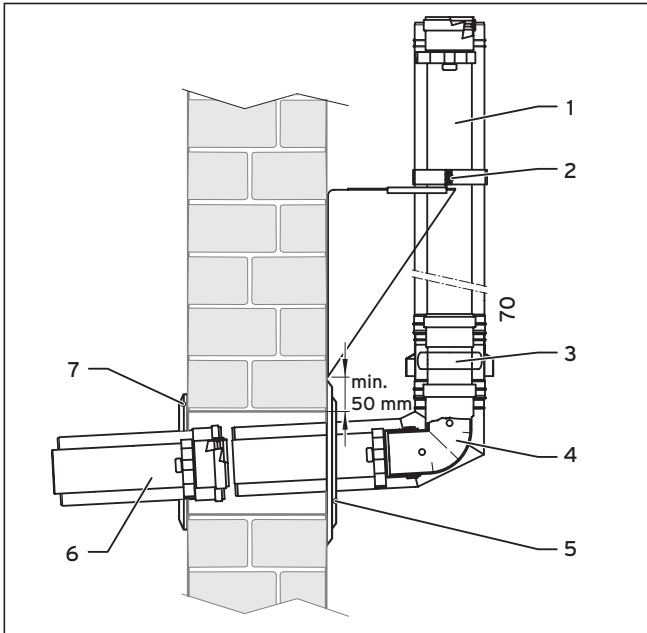

Fig. 4.71 Montage du raccord pour le conduit du murextérieur
- Lors du montage décrit ci-après, respectez les figures 4.71 à 4.73.
- Fixez toujours un collier (8) sur la rallonge du mur extérieur (1) et l'élément d'aspiration d'air (3).
- Assemblez l'élément d'aspiration d'air (3) et le coude de traversée du mur (4) jusqu'à la butée. Procédez de même pour la rallonge du mur extérieur (1) et l'élément d'aspiration d'air (3).
- Placez le collier (8) au-dessus des deux moulures extérieures (9, 11) et serrez le dispositif de serrage (10).
- Insérez le coude de traversée du mur (4) avec l'élément d'aspiration d'air et la rallonge dans la traversée du mur.
- Glissez le collier de serrage de la console murale (2) autour de la rallonge du mur extérieur et serrez les deux vis de serrage.
- Si nécessaire, coupez la rallonge blanche (6) à la bonne longueur.
- Placez la rallonge blanche (6) depuis l'intérieur sur le coude de traversée du mur (4).
- Vissez la rosace intérieure (7) depuis l'intérieur.
- Vissez la rosace extérieure (5) depuis l'extérieur.